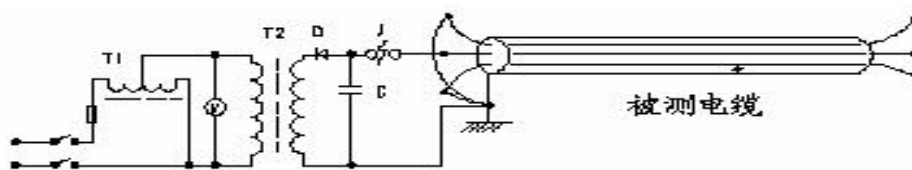

图9. 冲击法放电接线图
- (1)给被测试电缆施加冲击高压，迫使故障点有节律地放电。冲击放电接线图如图 9 所示。
(2)给故障电缆施加冲击电压，迫使故障点有节律地放电。冲击放电接线图见图 9 所示，故障点放电子否是测试与定点成功的关键。判断故障闪络放电，在一般情况下，6KV 以上电缆高压一次侧放电电流应在 10A 左右；低压电缆放电电流应在 4A 左右，可认定故障点已放电。